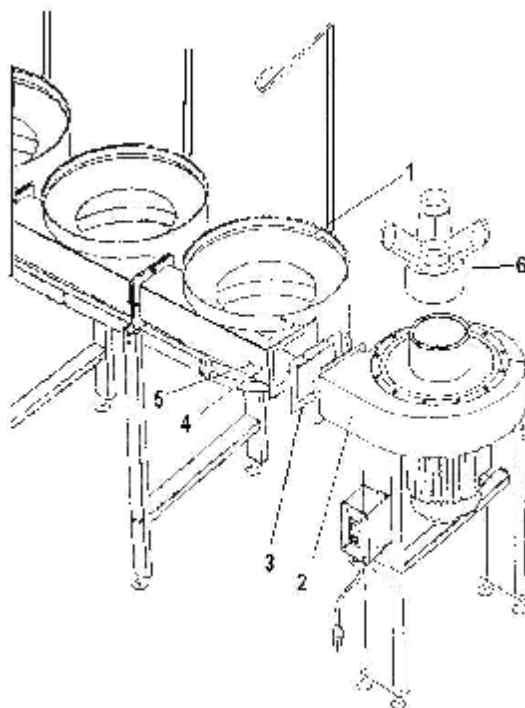

Fig. 6
6. Assemblez l'assemblage des séparateurs bien ajustés avec l'assemblage du boîtier de la turbine bien ajusté à l'aide du boulon hexagonal M8X16 et de la rondelle. Assurez-vous que le joint (3) est dans la bonne position avant de fixer ces deux pièces. Placer l'entrée (6) sur le couvercle d'entrée. Voir la figure 6.